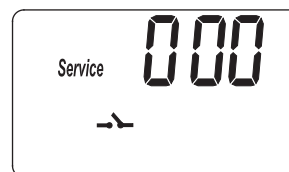
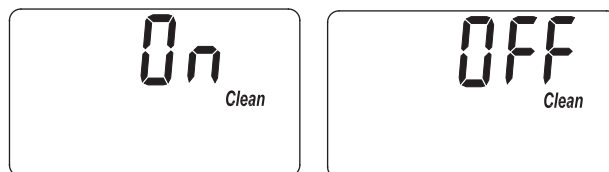
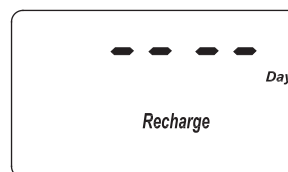
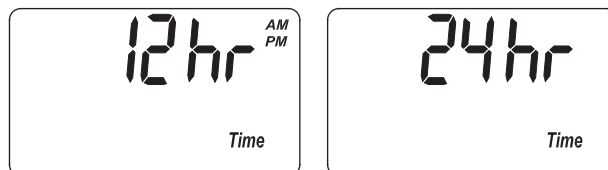

FIG. 26
FIG. 27
FIG. 29
FIG. 30
1. Appuyez sur le bouton PROGRAM (programmer) et maintenez-le enfoncé jusqu'à ce que l'écran de la figure 26 s'affiche. Une fois l'écran affiché, appuyez deux fois sur le bouton PROGRAM (programmer) et l'un des deux écrans de la figure 27 s'affichera.
1. Appuyez sur le bouton PROGRAM (programmer) et maintenez-le enfoncé jusqu'à ce que l'écran de la figure 26 s'affiche. Une fois l'écran affiché, appuyez trois fois sur le bouton PROGRAM (programmer) et l'écran de la figure 28 s'affichera.
1. Appuyez sur le bouton PROGRAM (programmer) et maintenez-le enfoncé jusqu'à ce que l'écran de la figure 26 s'affiche. Une fois l'écran affiché, appuyez quatre fois sur le bouton PROGRAM (programmer) et l'écran de la figure 29 s'affichera.
1. Appuyez sur le bouton PROGRAM (programmer) et maintenez-le enfoncé jusqu'à ce que l'écran de la figure 26 s'affiche. Une fois l'écran affiché, appuyez cinq fois sur le bouton PROGRAM (programmer) et l'un des deux écrans de la figure 30 s'affichera.